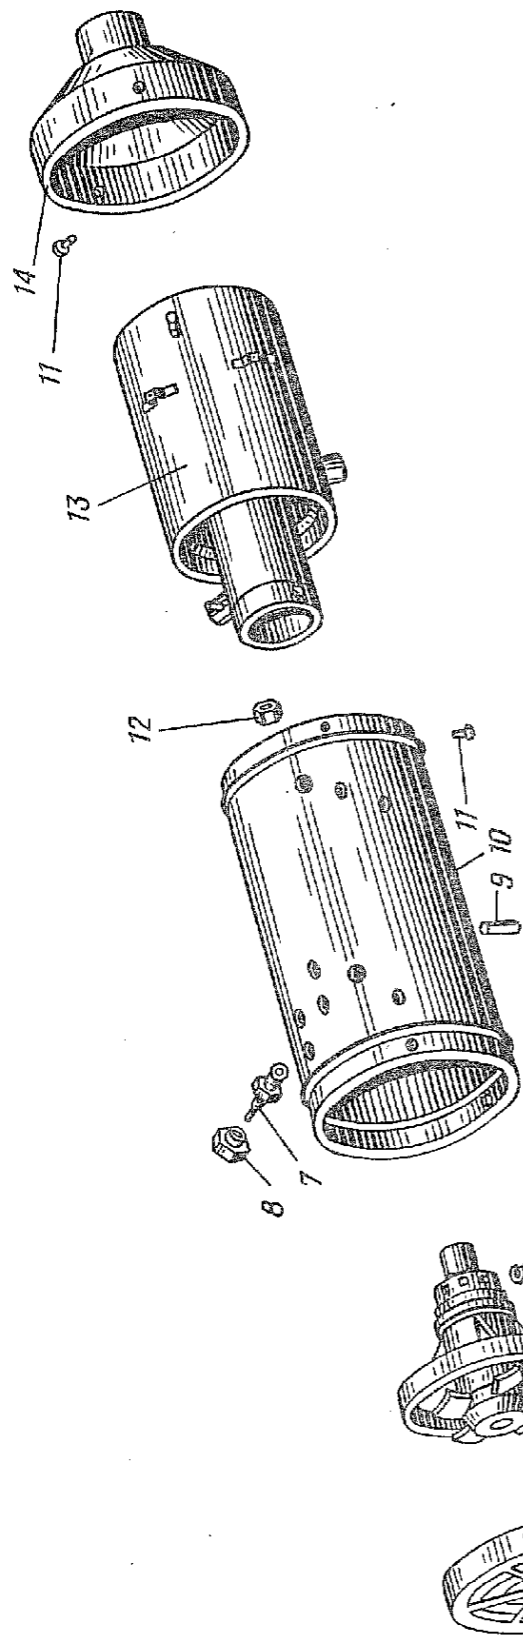

Рис. 110. Детали воздушного подогревателя:
1.8. Отвернуть гайку крепления провода красного цвета, идущего от контрольной спирали 21 к свече накаливания 7 (рис. 110), снять шайбы и отсоединить провод от свечи накаливания.
1.13. Вывернуть накидную гайку 8 (рис. 110) крепления свечи накаливания 7 и вынуть свечу и ее уплотнительное кольцо из гнезда воздушного подогревателя (ключ 22).
3.5. Установить электродвигатель 4 (рис. 110) с вентилятором и нагнетателем в сборе на теплообмен-